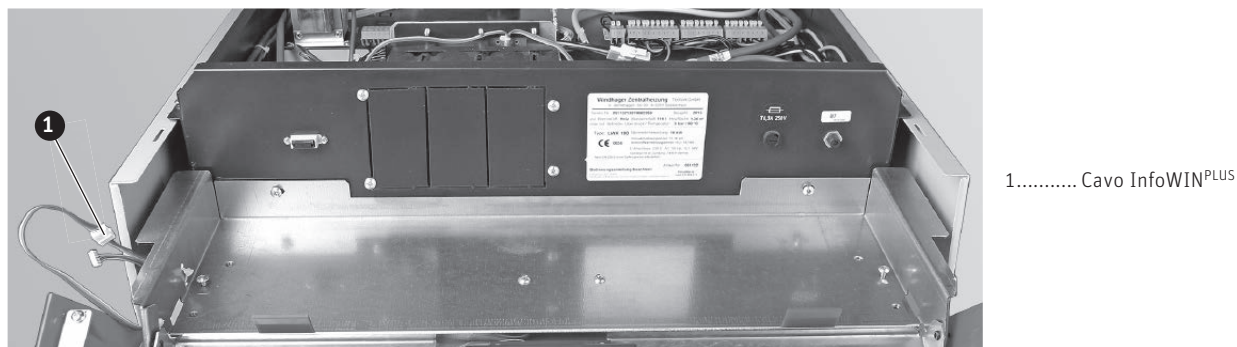

Fig.177 All'occorrenza unire il cavo InfoWIN^{PLUS} e passarlo nella parete laterale
- Controllare il connettore a 4 poli del cavo InfoWIN^{PLUS}, all'occorrenza passarlo dal quadro di comando sul lato a sinistra (vedere anche 11.22 a pagina 39), unirlo e passarlo nella parete laterale – Fig. 177.